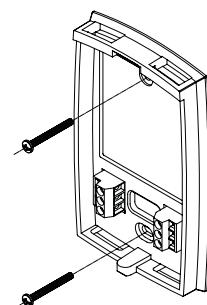

Figura 3
- ⑥ Fijar la placa mural a la pared con los tornillos de montaje provistos según se muestra en la figura 3.
- ⑦ Conectar los cables con los terminales.